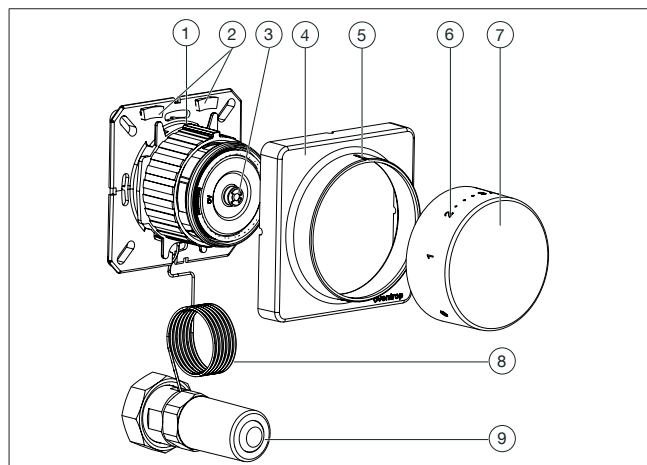

Fig. 1: Configuration de la tête thermostatique « Uni FHU »
Régler la température ambiante souhaitée sur la poignée manuelle (voir Fig. 1 en page 27).
1. Démonter le capot (voir Fig. 1 en page 27 (4)).
1. Démonter le capot (voir Fig. 1 en page 27 (4)). Régler la poignée manuelle sur la valeur souhaitée (voir 3.3 en page 28).
2. Faire sortir les clips de limitation (voir Fig. 1 en page 27 (2)) du support mural et les insérer dans les rainures derrière la poignée manuelle à droite et à gauche de la valeur réglée (ergot de butée).
1. Démontez le capot (voir Fig. 1 en page 27 (4)). Réglez la poignée manuelle sur la valeur inférieure de votre plage de température souhaitée (voir 3.3 en page 28).
2. Faire sortir un des clips de limitation (voir Fig. 1 en page 27 (2)) du support mural et l'insérer dans la rainure à gauche de la valeur inférieure de la plage de température souhaitée. Selon l'exemple : chiffre « 2 ».
4. Faire sortir le deuxième clip de limitation (voir Fig. 1 en page 27 (2)) du support mural et l'insérer dans la rainure à droite de la valeur supérieure de la plage de température souhaitée. Selon l'exemple : chiffre « 3 ».
2. Tourner l'unité de capteur vers la droite (voir Fig. 1 en page 27 (3)) jusqu'en butée.